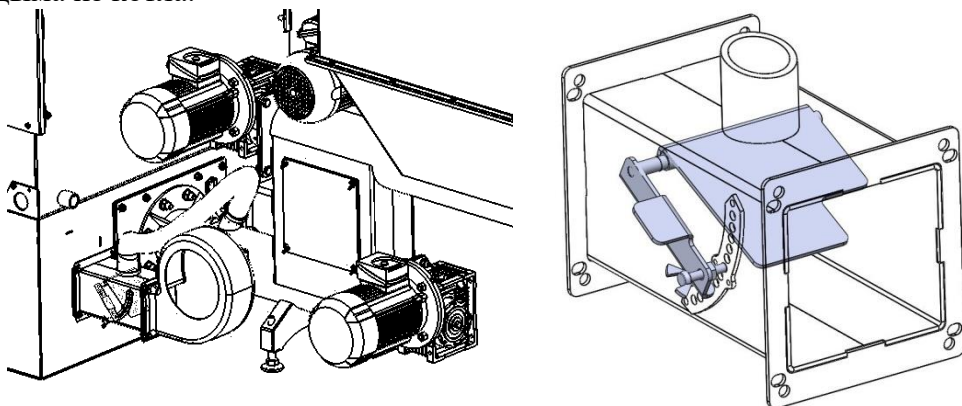

РИС. 18
5) Конструкция «Антидым» крепится к основанию котла перед вентилятором (см. рис. 18). Устройство предназначено для регулирования потока воздуха, поступающего в горелку с топливом и через стенки горелки. Имеется регулировочный болт, который позволяет фиксировать положение заслонки.